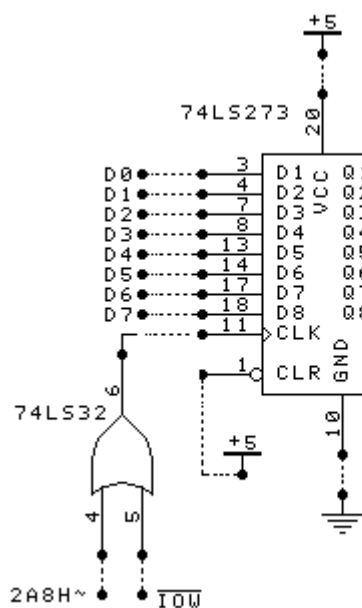

图4-2-1
1、按下面图4-2-1简单并行输出接口电路图连接线路(74LS273插通用插座, 74LS32用实验台上的“或门”)。74LS273为8D触发器, 8个D输入端分别接数据总线D0~D7, 8个Q输出端接LED显示电路L0~L7。